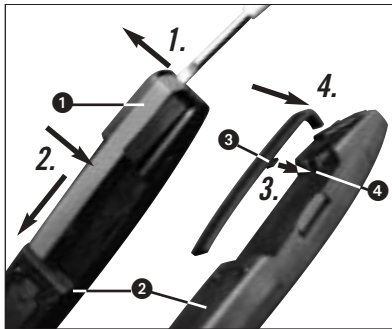

Abb. 7: Halteclip austauschen
4.6 Halteclip austauschen (Abb. 7)